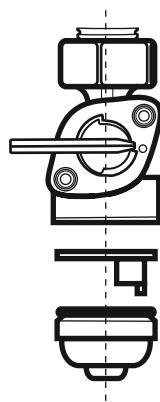

Рисунок 13 — Очистка топливного отстойника
- Установите на штатное место топливный фильтр и пробку-отстойник (см. рис. 13) и надежно заверните ее.